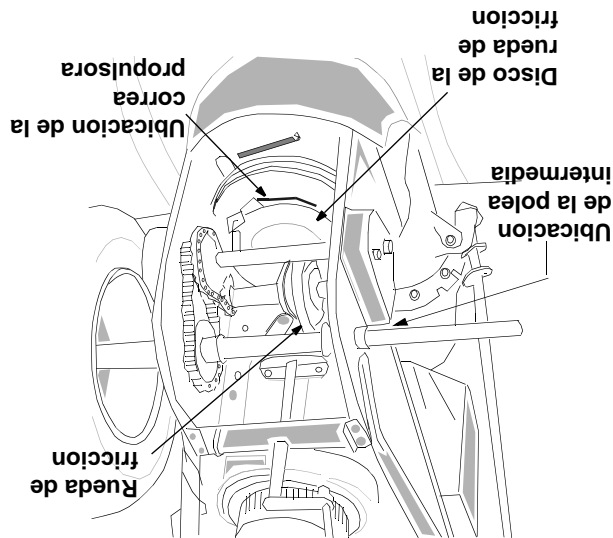

Figura 31
- Trabajando desde la parte inferior del bastidor, deslice la correa entre la rueda de friccion y el disco de la rueda de friccion. Vea la figura 31. Usted puede tener que retorcer plana la correa para deslizarla por la separacion entre la rueda de friccion y el disco de la rueda de friccion. Extraiga completamente la correa.